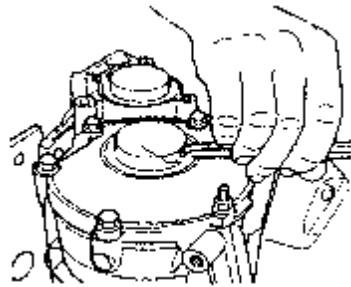
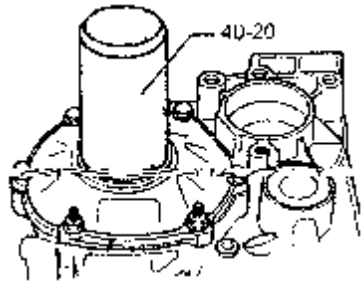

图 7-180 敲出盖板
图 7-181 敲入盖板
(8) 盖板的拆卸和装配如图 7-180 和图 7-181 所示。